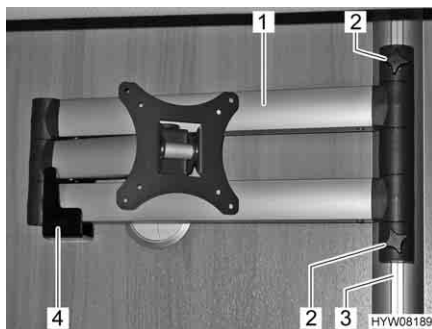

Fig. 7 Televisore (schermo piatto) sul braccio snodato
- Svitare le viti a testa cilindrica zigrinata (Fig. 7,2).
- Spingere il braccio snodato (Fig. 7,1) nella guida (Fig. 7,3) e inserirlo (Fig. 7) nel supporto (Fig. 7,4).